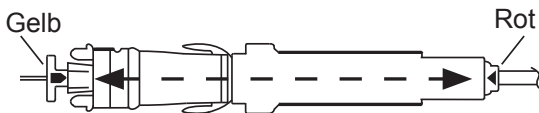

Abbildung 3: Ausrichtung des Applikators in der Sonde
9. Applikator vorschieben, bis die gelbe Anzeige (D) mit dem roten Pfeil der Biopsiesonde ausgerichtet ist (siehe Abbildung 3).